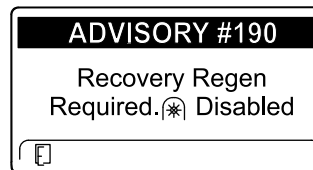

Рисунок 70
- Требуется восстановительная регенерация — вал отбора мощности выключен, ИНФОРМАЦИОННОЕ СООБЩЕНИЕ № 190 (Рисунок 70)